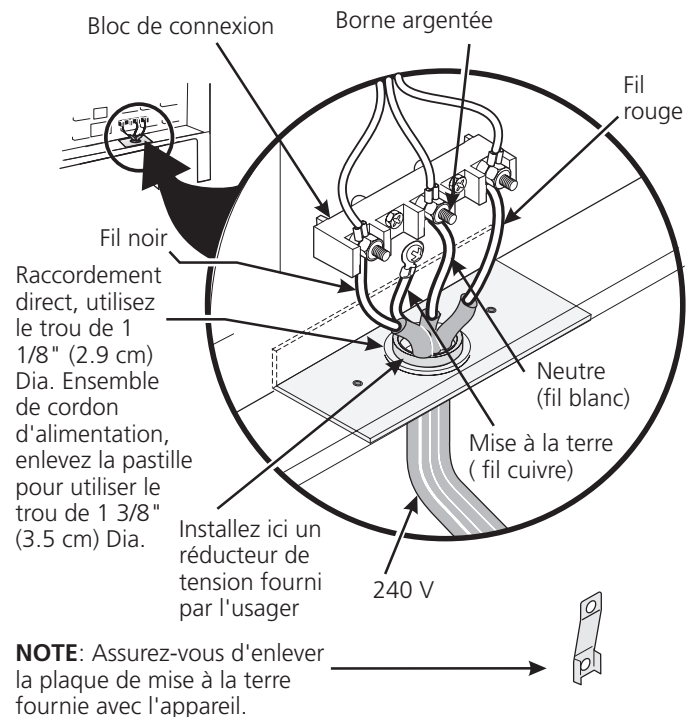

**Figure 3**
Si les codes locaux permettent la connexion du conducteur de mise à la terre du châssis au fil neutre du cordon d'alimentation en cuivre (voir figure 3).
2. Utilisez les écrous fournis dans l'enveloppe littérature pour raccorder le neutre du cordon d'alimentation cuivré à la borne argentée située au centre du bloc de connexion, et raccordez les autres fils aux bornes extérieures. Assortissez les fils et les bornes conformément aux couleurs (branchez le fil rouge à la borne de droite, et le fil noir à la borne de gauche) (voir figure 3).